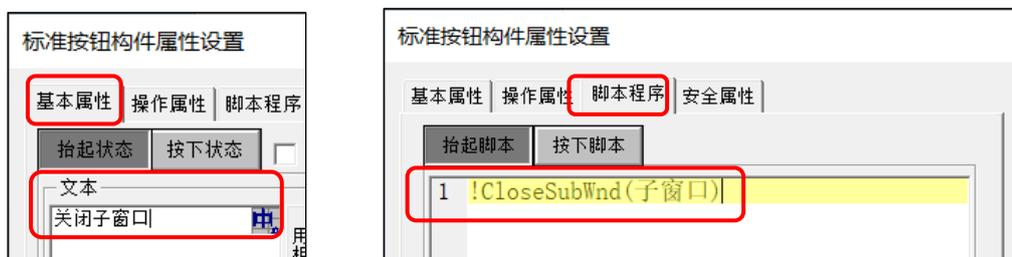

图 13.1-12 关闭子窗口按钮设置
- ③ 然后在【子窗口】页面中新建一个按钮，将它的文本设置为【关闭子窗口】，抬起脚本设置为【!CloseSubWnd(子窗口)】，如图 13.1-12 所示。点击按钮后，将关闭【子窗口】。